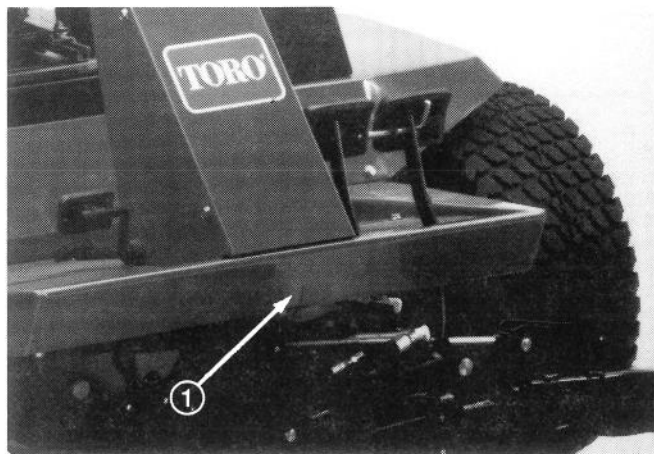

Fig. 18
2. Fastgør en passende kæde, strop eller kabel fast på midten af det forreste rammestykke (Fig. 18).